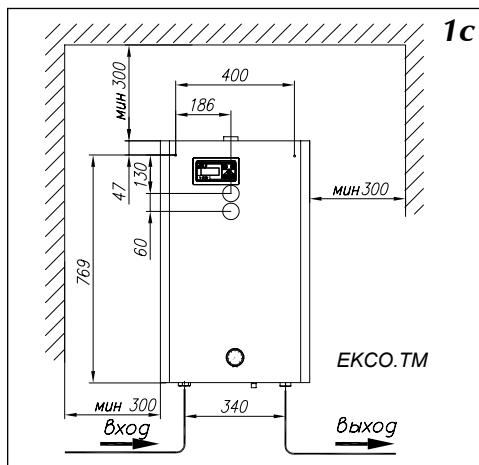

Рис. 1 Эскиз крепления котла на стене.
- Замонтировать котел на монтажных винтах в вертикальном положении, соединительные патрубки должны быть внизу, должны быть выдержаны (согласно рис.1) минимальные расстояния от стен и потолка.